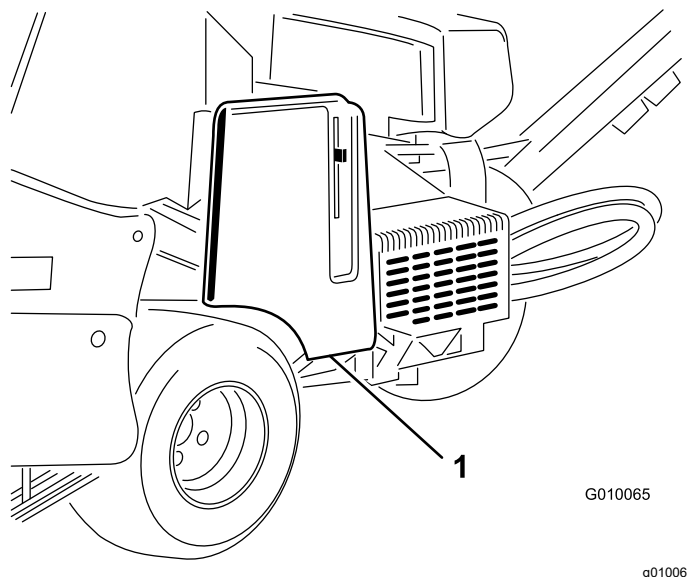

Figura 57
2. Sbloccate e togliete il copricinghia (Figura 57).